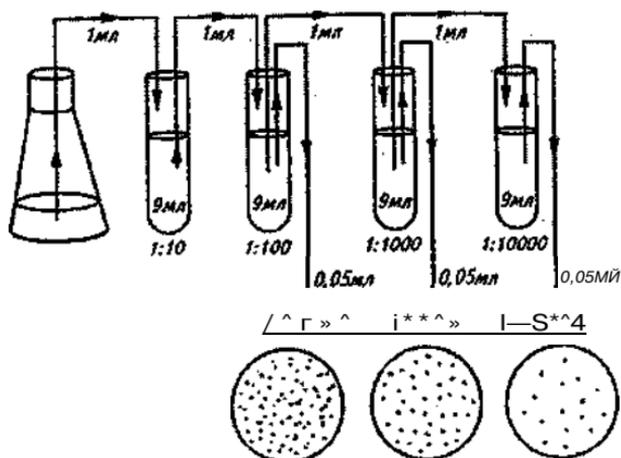

Рис. 16. Схема приготовления разведений и проведения посевов
3. Операцию повторить до получения последнего разведения (см. рис. 16).